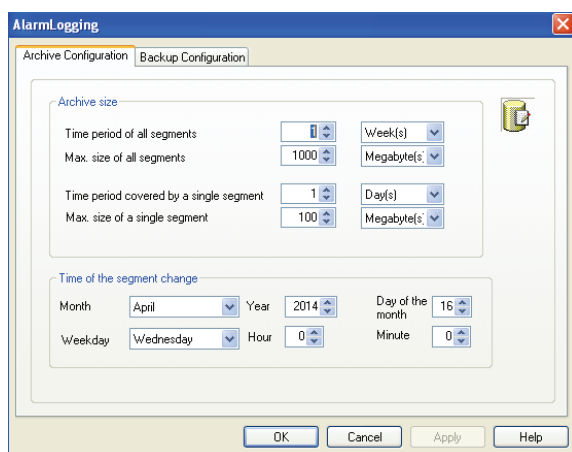

图 8-20 消息归档设置
- 2) 选择“Message archive”，然后从快捷菜单中选择“Properties”命令，“AlarmLogging”对话框将打开，如图 8-20 所示。